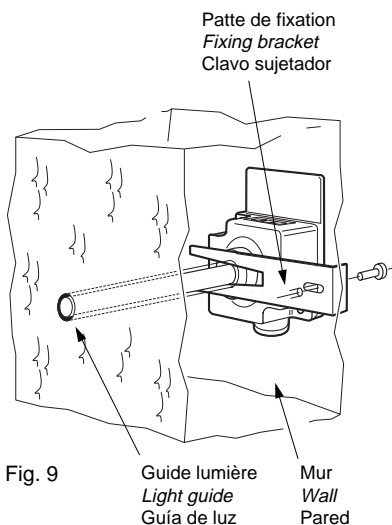

Fig. 9
- soit un boîtier antivandalisme (fig. 9).
- an anti-vandalism box (fig. 9).
- o una caja anti-vandalismo (fig. 9).